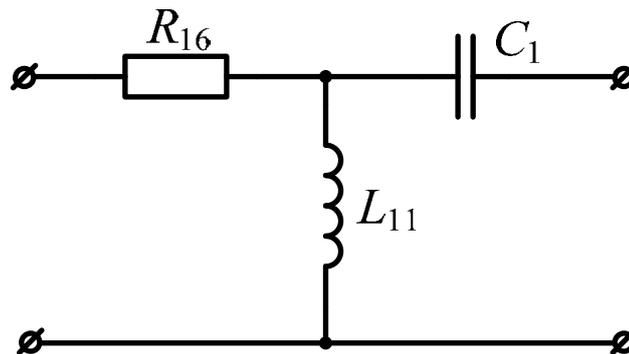

Рисунок 13.1 – Исследуемый четырехполюсник
13.1.1 Используя схемы, представленные на рисунках 13.2 и 13.3, исследовать работу пассивного линейного четырехполюсника (рисунок 13.1, преподаватель может предложить другие варианты четырехполюсников для исследования) в режимах прямого и обратного холостого хода. Для исследования прямого и обратного короткого замыкания схемы, представленные на рисунках 13.2 и 13.3, необходимо изменить, включая вместо вольтметров амперметры, поэтому целесообразно выполнить опыты парами для прямого и обратного включения четырехполюсника.